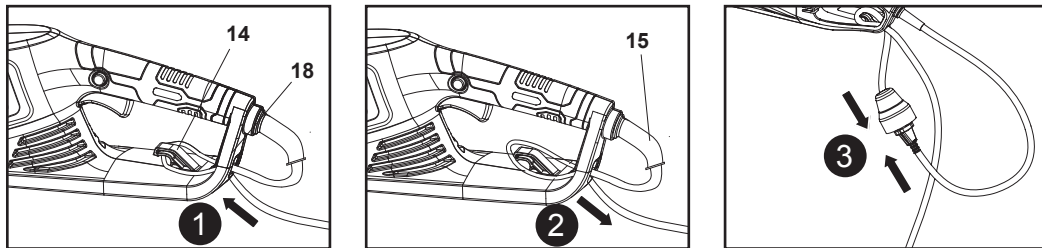

Fig. 13
1. Dobre o prolongador para trás, cerca de 40 cm a partir da extremidade, e introduza o laço pelo orifício da proteção traseira (18) (Fig. 13, passo 1).
2. Passe o prolongador sobre o retentor de cabo (14) e puxe-o com cuidado para garantir que está bem seguro (Fig. 13, passo 2).
3. Ligue o cabo de alimentação (15) à tomada do prolongador (Fig. 13, passo 3).